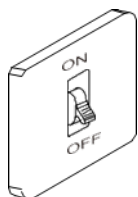

Fig. 1-1A
1. Couper l'alimentation. Sortir le luminaire de la boîte et desserrer les vis du couvercle à l'aide d'un tournevis. Débrancher la borne de branchement rapide et retirer le couvercle avant (Fig. 1-1A-B).